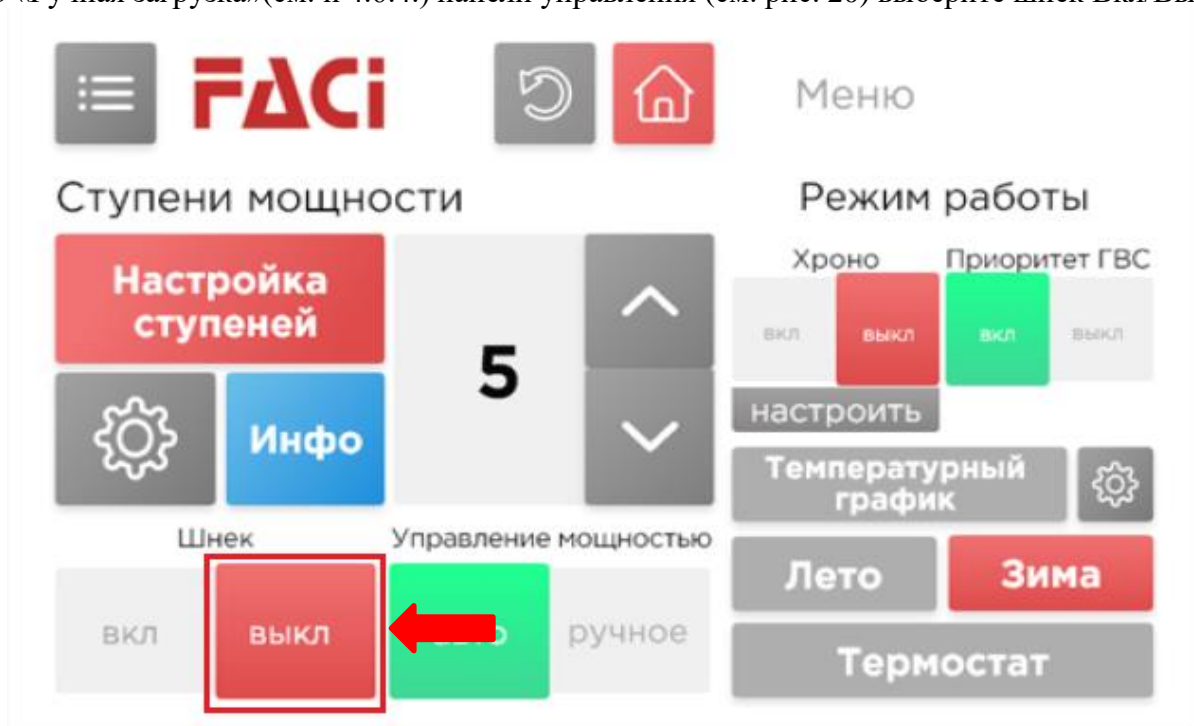

Рис. 20
**2.4.3** Заполните бункер топливом. Произведите ручную подачу топлива, для этого следует выбрать функцию «Ручная загрузка»(см. п 4.6.4.) панели управления (см. рис. 20) выберите шнек Вкл/Выкл.